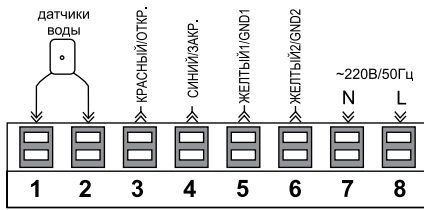

рис. 4
2. Подключите провод пит ния кр нов, контроллер и д тчиков (рис. 4):